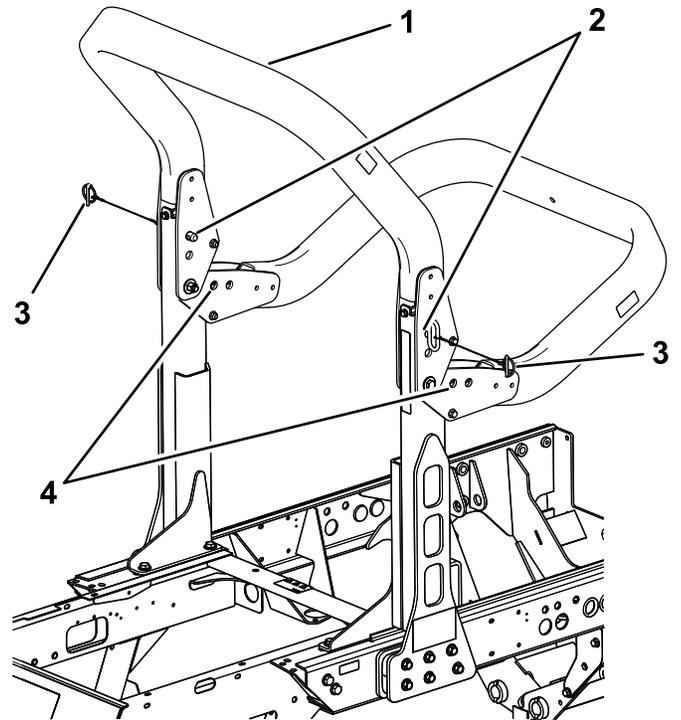

Bild 73
2. Stützen Sie das Gewicht des oberen Rahmens des Überrollbügels ab, während Sie die Rastzungen und Lastösenbolzen aus den Schwenkhalterung nehmen (Bild 73).